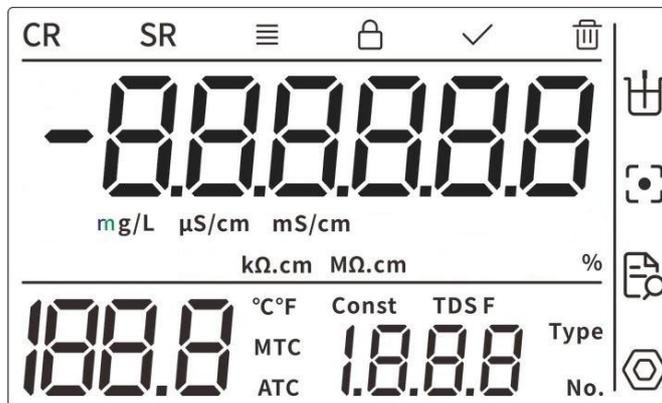

图 1 6 寸屏幕段码标识示意图
(1) 仪器采用段码式 LCD 作为显示，6 寸显示屏整体设计如下（图 1）：右侧为主功能区（包括测量功能、标定功能、查阅功能、设置功能）；上方为显示状态提示区（包括平衡测量模式标记、连续测量模式标记、数据稳定标记、确认标记、删除标记）；中间为测量结果区（包括